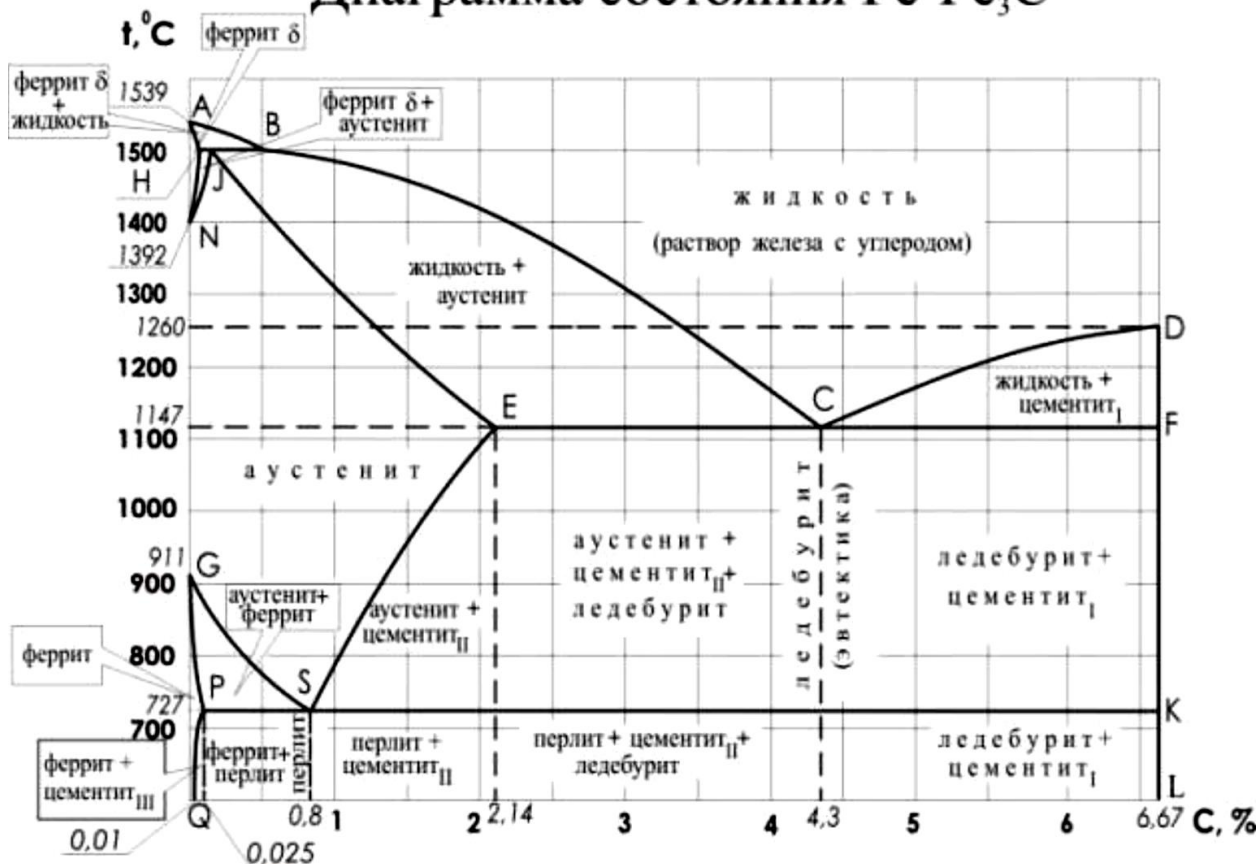

Рис. 17 Диаграмма состояния железо-углерод
**Диаграмма Fe-Fe3C.** На рис. 17 приведена диаграмма состояния сплавов железа с цементитом. На горизонтальной оси концентраций отложено содержание углерода от 0 до 6,67%. Левая вертикальная ось соответствует 100% содержанию железа. На ней отложены температура плавления железа и температуры его полиморфных превращений. Правая вертикальная ось (6,67% углерода) соответствует 100% содержанию цементита. Буквенное обозначение точек диаграммы принято согласно международному стандарту и изменению не подлежит.